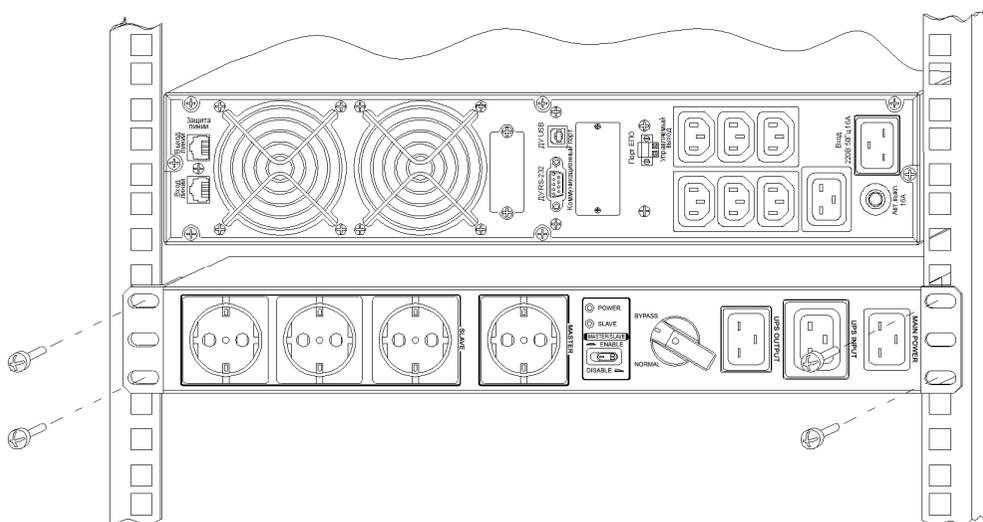

Рисунок 2 – Порядок установки модуля MBU 3K-220V в стандартный шкаф или стойку для телекоммуникационного оборудования шириной 19 дюймов
**7.1.3** Установку модуля в шкаф следует производить в следующей последовательности (рисунок 2):